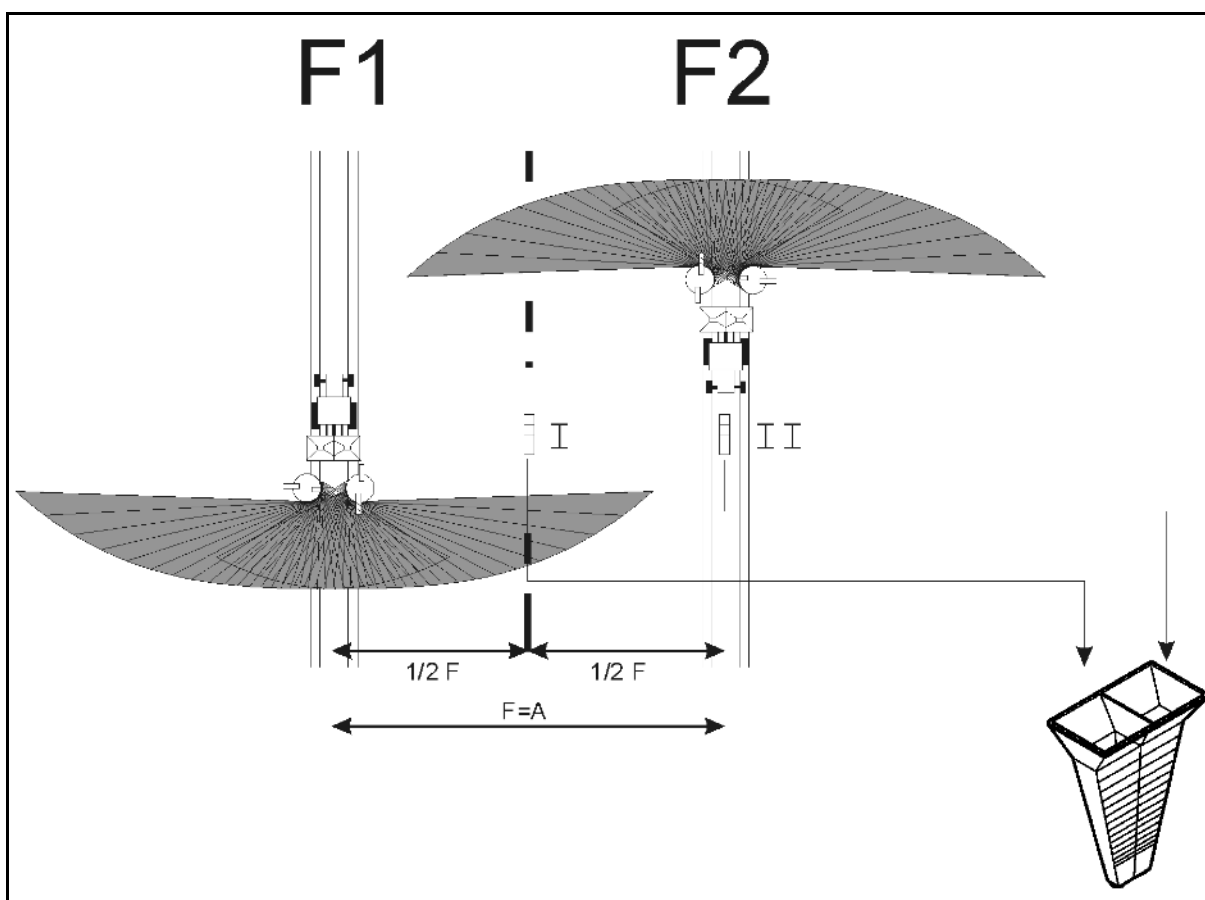
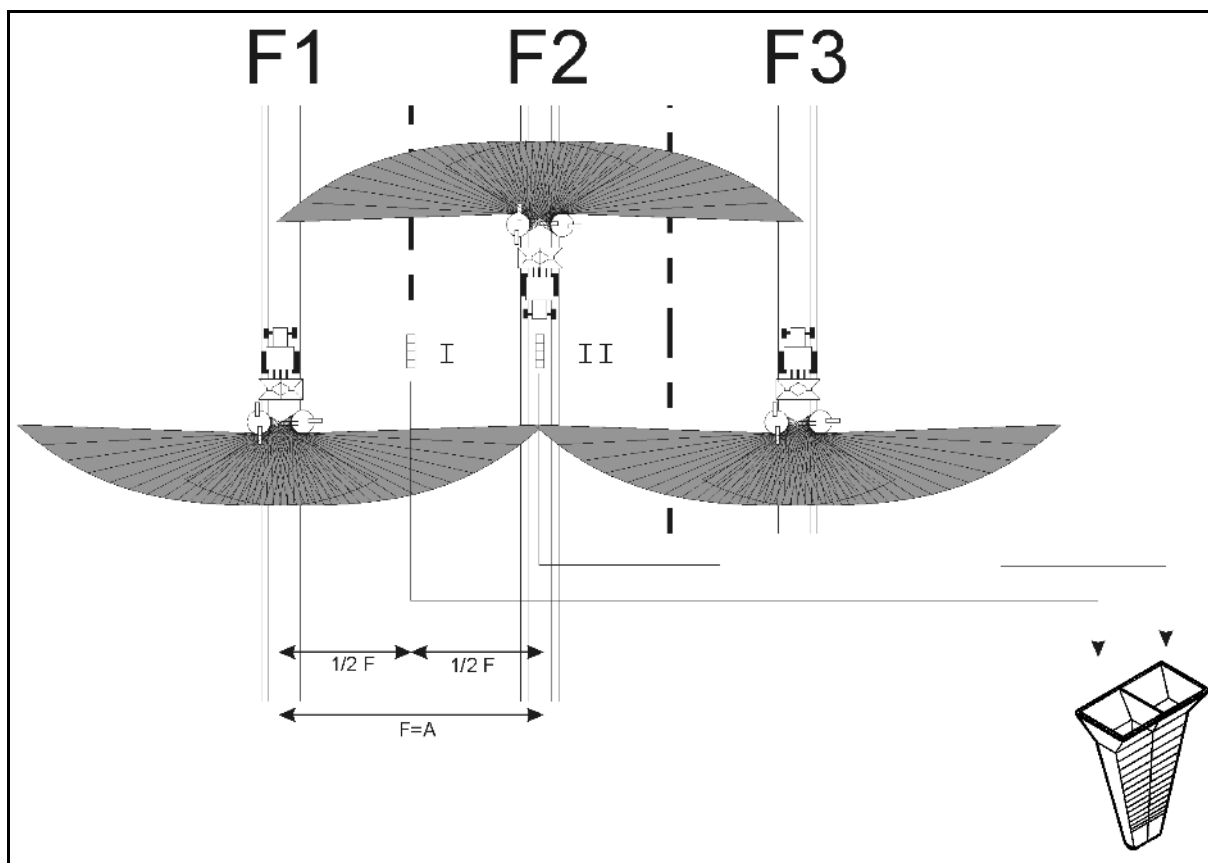

Fig. 1
Fig. 2
En positionnant respectivement 4 bacs d'étalonnage les uns derrière les autres et parallèles en 4 rangées, on a un meilleur contrôle de la répartition transversale de l'engrais (Fig. 1). En versant collectivement le volume d'engrais recueilli dans les 4 bacs d'étalonnage, on obtient une valeur moyenne plus significative (Fig. 2).
Placez les bacs collecteurs sur une surface plane comme sui (Fig. 1):
- 3.1 Si ce n'est pas le cas, parcourez seulement la voie jalonnée **F2** (Fig. 1).
- 3.2 Si c'est le cas, parcourez la voie jalonnée **F2** et **F3** (Fig. 2).